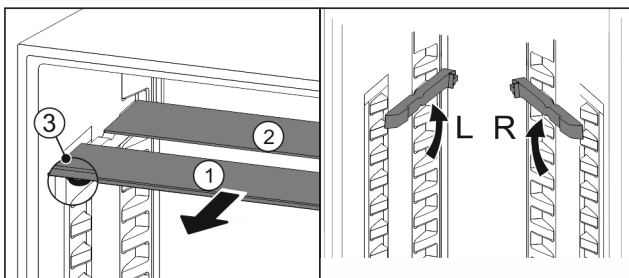

Fig. 211
- Glasplatten einzeln nach vorne herausziehen Fig. 211 (1).
- Glasplatte Fig. 211 (1) mit Zierleiste liegt vorne.
- Stopps Fig. 211 (3) zeigen nach unten.